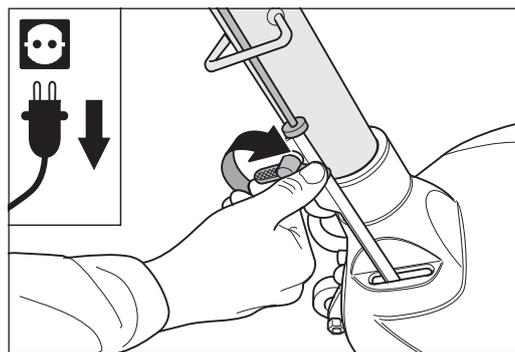
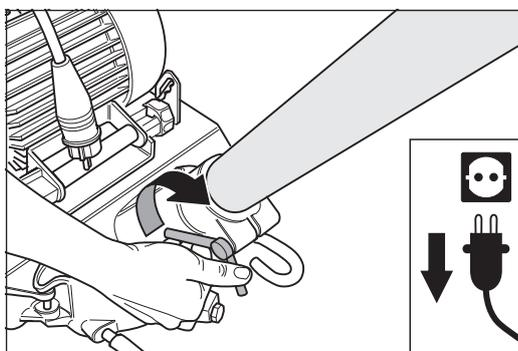

Fig. 3 Después de montar el tubo guía, apretar firmemente con cuidado el tornillo de mariposa y ...
Fig. 4 ... la tuerca de mariposa.
- 3 Apriete el tornillo de mariposa y la tuerca de mariposa (Fig. 3 y Fig. 4).